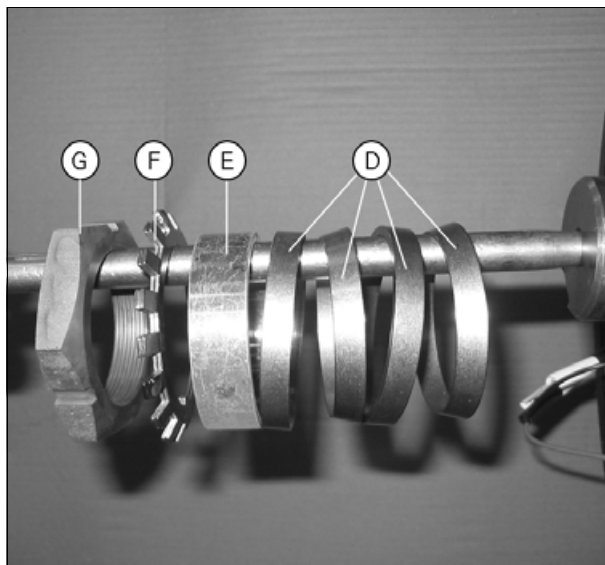

Рис. 18.
- Установите два набора крепежных элементов (D), дистанционную втулку (E), стопорную пластину (F) и центральную гайку (G) в порядке, показанном на (рис. 18).
- Затяните центральную гайку (G) моментом 600 Nm.